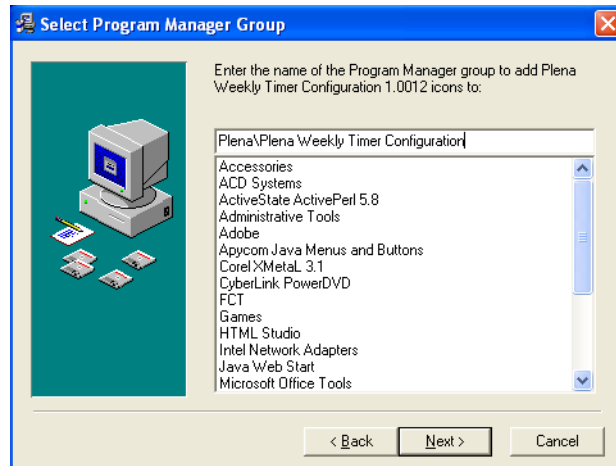

Abbildung 8.3: Wahl der Programm-Manager-Gruppe
- 3 Wählen Sie den Zielordner und klicken Sie dann auf [Next]. Ein Fenster wie in Abbildung 8.3 erscheint auf dem Bildschirm.